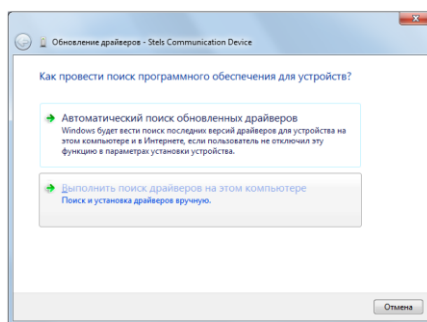

Рис. 5.6. Выбор установки драйвера вручную
4. В открывшемся окне *Обновление драйверов* щелкните левой кнопкой мыши по надписи *Выполнить поиск драйверов на этом компьютере* (рис. 5.6).